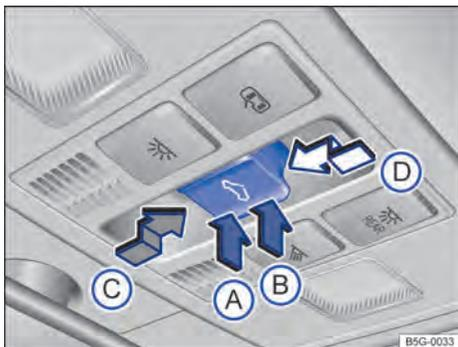

Fig. 39 No revestimento do teto: botão do teto solar panorâmico elétrico.
Função	Ação ⇒ Fig. 39
O botão  ⇒ Fig. 39 é de 2 níveis. No 1º nível o teto pode ser totalmente ou parcialmente levantado, aberto ou fechado.
- Em aproximadamente 5 segundos após o acionamento do limitador de força pressionar o botão   => Fig. 39 até o 2º nível no sentido da seta  até que o teto solar panorâmico elétrico feche completamente.